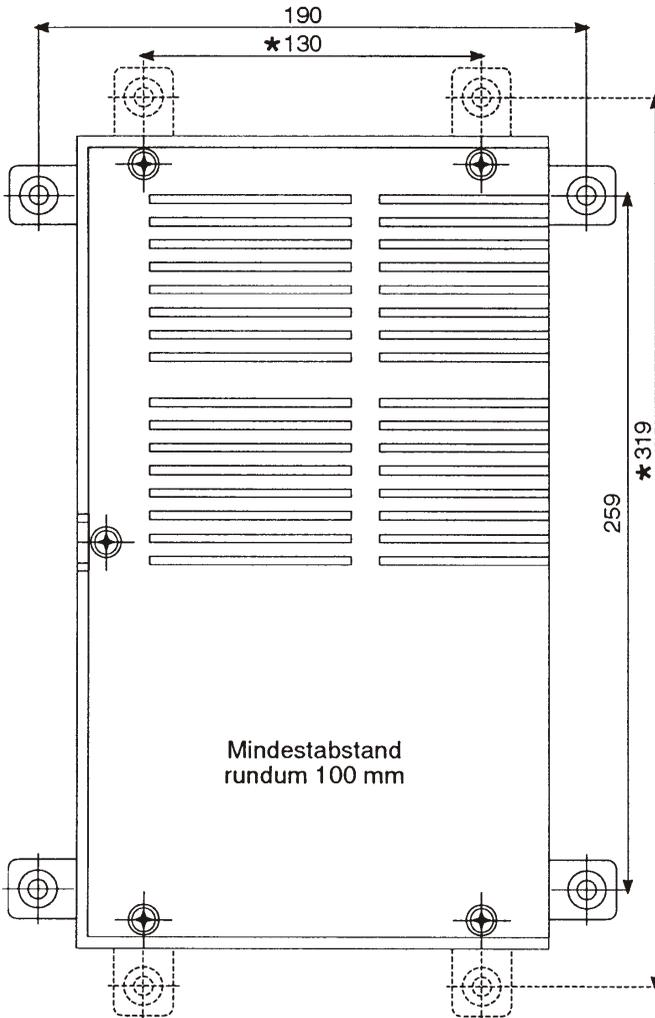

Bild 3: Montage
Länge/Breite/Höhe: 320 / 210 / 90 mm (\* 340 / 173 / 90 mm siehe Bild 3)
5. Schritt Das Gerät mit den vier mitgelieferten Befestigungsschrauben sicher befestigen. Siehe Befestigungsschema (Bild 3). Die Füße können auch in der, mit einem Stern gekennzeichneten Position angebracht werden. Hierzu müssen die Schrauben an den Füßen gelöst werden. Danach können die Füße gedreht und in der neuen Position wieder fest angeschraubt werden.